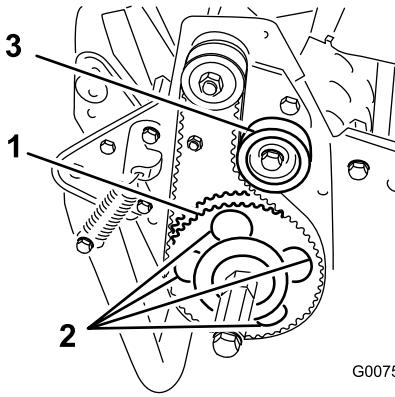

图46
7. 旋转从动皮带轮直至孔与轮鼓轴承的4个凸缘螺丝对齐图46。
11. 调节皮带张紧度拧紧怠轮皮带轮安装螺丝 图46。